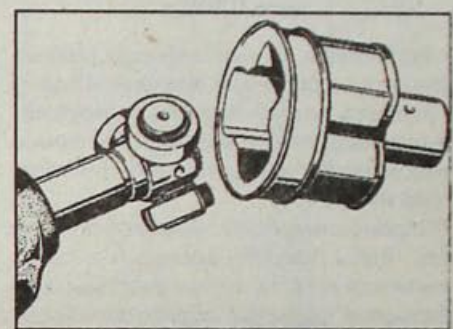

Рис. 8.16. Снятие корпуса шарнира равных угловых скоростей
- Снимите корпус шарнира равных угловых скоростей с приводного вала (рис. 8.16).